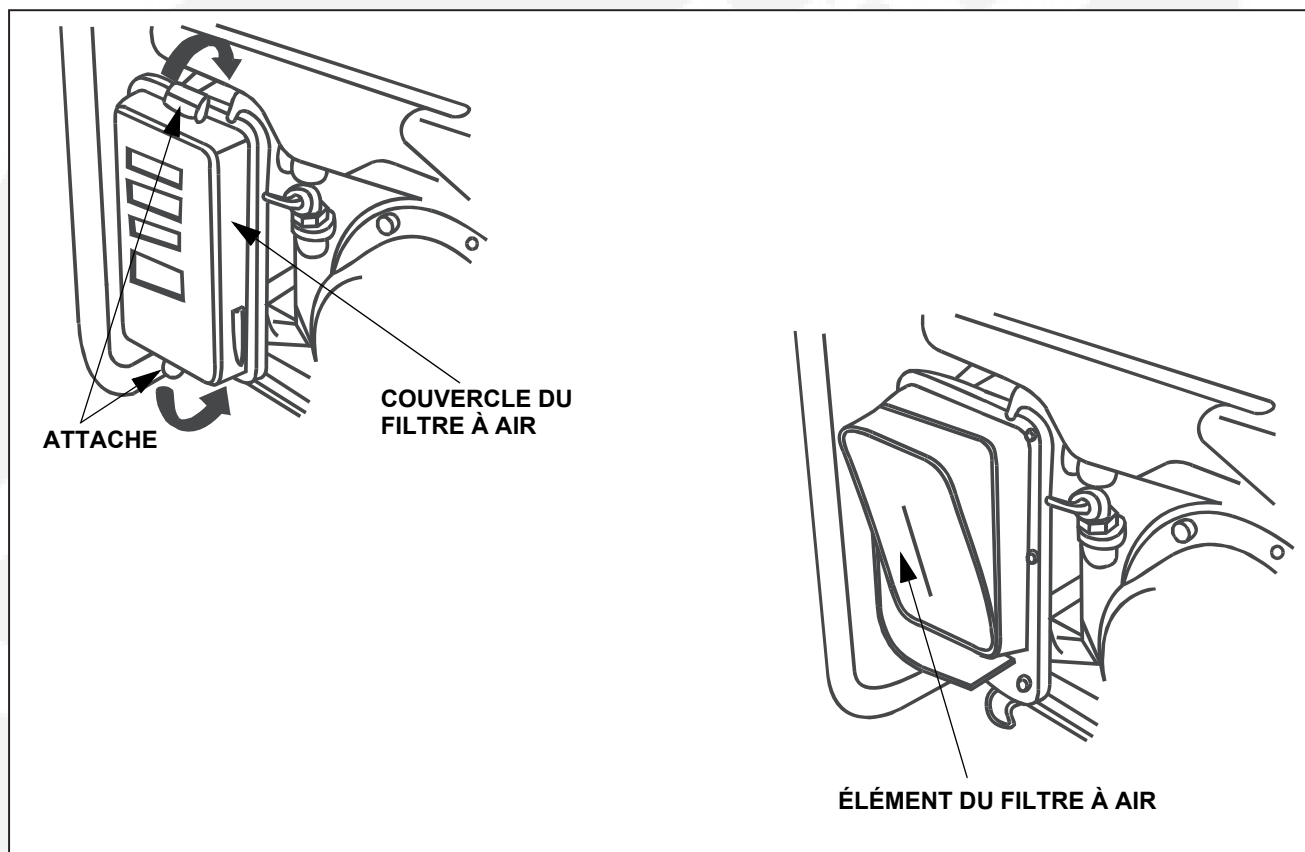

FIGURE 10. FILTRE À AIR
Voir au Tableau 3 la périodicité d'entretien du filtre à air. Nettoyer plus fréquemment dans des conditions poussiéreuses. Voir Figure 10.
3. S'assurer que la batterie est solidement fixée à sa place dans son support de montage (Figure 10).